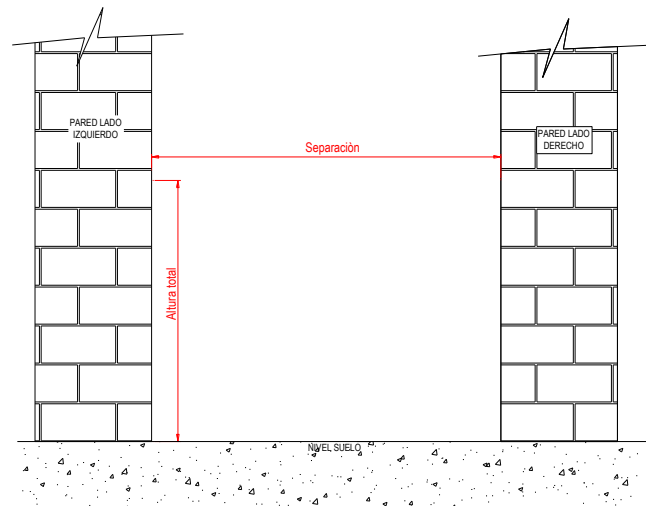

Figura 17. Separación entre paredes
1. Se determinan la distancia entre las dos superficies paralelas para obtener la separación entre ambas. Tal como se observa en la figura 17.